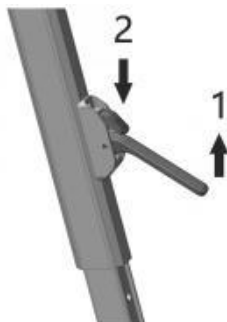

Figure D7
a. Soulevez le loquet du bras et appuyez sur la tête de verrouillage, puis faites glisser hors du bras de support jusqu'à la hauteur appropriée (Figure D7), et relâchez la tête de verrouillage pour verrouiller le bras de support.